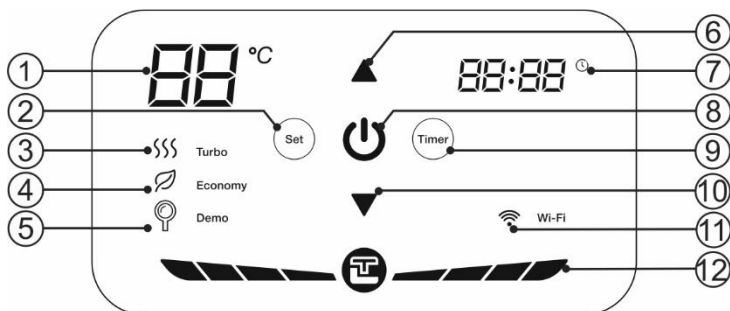

Рисунок 3. Панель управления
Рисунок 3: 1 – указатель температуры, 2 – кнопка «Set», 3 – индикатор «Turbo», 4 – индикатор «Economy», 5 – индикатор «Demo», 6 – кнопка «▲», 7 – указатель времени, 8 - кнопка «I/O», 9 – кнопка «Timer», 10 – кнопка «▼», 11 – индикатор «Wi-Fi» (опционно для моделей Wi-Fi), 12 – индикатор нагрева.
Включение/выключение ЭВН осуществляется кнопкой «I/O» на панели управления (Рис. 3, п.8), при этом на светодиодный индикатор показывает заданную температуру нагрева. Режим «Turbo» включается автоматически, при этом максимальная мощность составляет 2000 Вт. В процессе эксплуатации ЭВН потребитель может выбирать температуру нагрева при помощи двух клавиш «▲» «▼» (Рис. 3, п.6 и п.10). При кратковременно нажатии клавиш значение температуры будет изменяться на 1 градус в секунду, при долговременном нажатии – на 5 градусов в секунду. Диапазон регулировки температуры составляет от 30°C до 75°C, а температура по умолчанию составляет 75°C. Нажмите кнопку «Set», чтобы переключить ЭВН в экономичный режим «Economy». При переходе в экономичный режим включается индикатор экономичного режима, и температура будет заблокирована на значении 55°C при мощности нагрева 1300 Вт. В экономичном режиме температуру нельзя регулировать вручную. Нажмите кнопку «Set» снова, чтобы выйти из экономичного режима.
1. Установка времени включения. Указатель времени (Рис. 3, п.7) должен светиться. Нажмите кнопку «Set», установите значение ЧАСЫ с помощью кнопок «▲»
«▼» (Рис. 3, п.6 и п.10). Кратковременное нажатие изменяет значение +1/-1, длительное нажатие - +5/-5. Диапазон значения ЧАСЫ: 0-23. Повторно нажмите «Set», установите значение минуты таким же способом.
2. Установка времени выключения. После установки времени включения нажмите кнопку «Set», иконка должна мигать. Нажмите кнопку «Set», установить значение ЧАСЫ с помощью кнопок «▲» «▼» (Рис. 3, п.6 и п.10). Кратковременное нажатие изменяет значение +1/-1, длительное нажатие - +5/-5. Диапазон значения ЧАСЫ: 0-23. Повторно нажмите «Set», установите значение минуты таким же способом.
3. При установке значения ЧАСЫ таймер отключится, если кнопок кнопок «▲» «▼» (Рис. 3, п.6 и п.10) не касаться более 5 секунд.